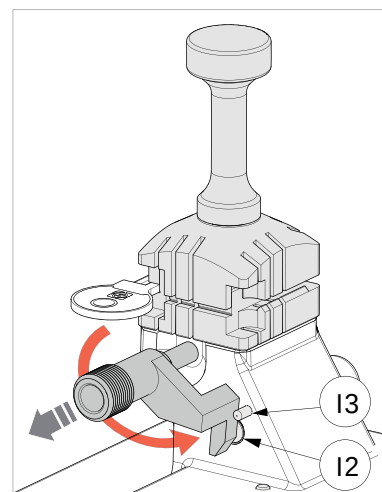

Fig. 32
Observação: antes de começar a leitura ou o corte da chave, é necessário voltar a colocar manualmente o paquímetro na posição original (Fig. 32).
Para todas as operações de leitura/descodificação e corte, o paquímetro (I) deve ser colocado manualmente na posição original (Fig. 32 - nesta posição vai cobrir o sensor (I2) que detecta a sua presença).